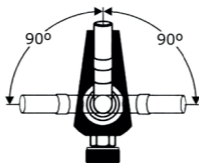

Figura 12 – Ângulos giratórios do tubo de chama
- NÃO POSICIONE O TUBO DE CHAMA (7) EM UMA POSIÇÃO NÃO SEGURA. NÃO GIRE O TUBO DE CHAMA (7) ALÉM DO ÂNGULO DE 90°, COMO MOSTRA A FIGURA 12.